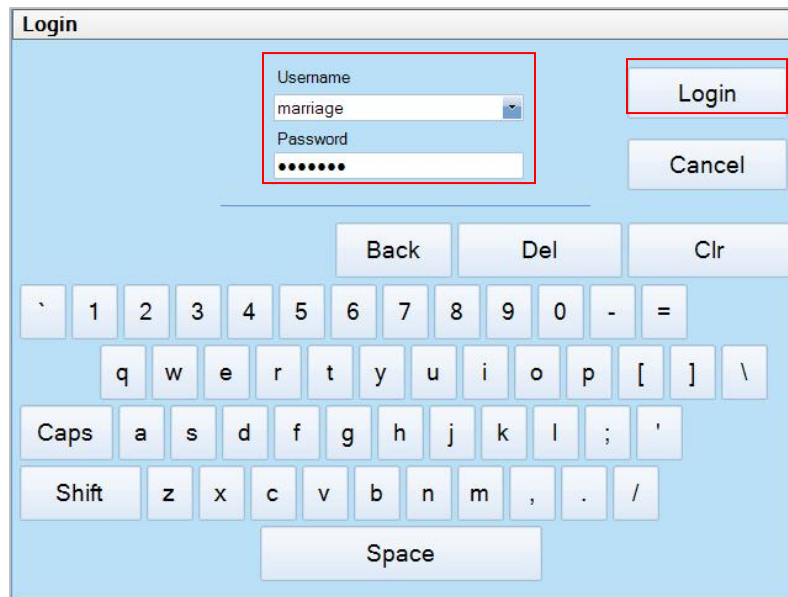

图 26 Marriage 账户登录
2. 输入用户名[marriage]及其密码，然后点击[Login]按钮（如图 26 所示）。